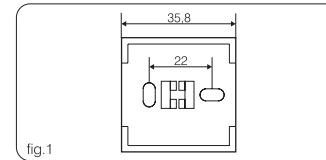

fig. 1
- en pared con caja plástica (fig. 1) y tapa cubreterminales provistas en el equipamiento base.